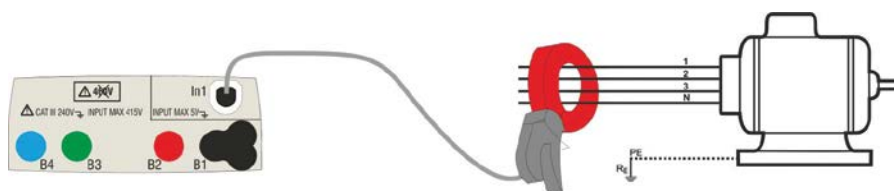

Fig. 24: Indirecte meting van de lekstroom in driefasensystemen.
4. Sluit voor indirecte metingen van de lekstroom de externe tang aan zoals in Fig. 24. Sluit voor directe metingen van de lekstroom de externe tang aan zoals in Fig. 25 en koppel eventuele extra aardaansluitingen die het testresultaat zouden kunnen beïnvloeden los.